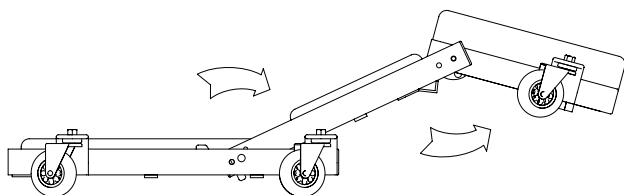

Figure 9 - Configuration du chariot
3. Ajustez les supports à charnière des roulettes afin que ces dernières soient en contact avec le sol. Déverrouillez les goupilles à ressort, puis effectuez à l'inverse les étapes 1 et 2 tel qu'illustré à la figure 9 pour transformer le siège de travail en chariot de visite.